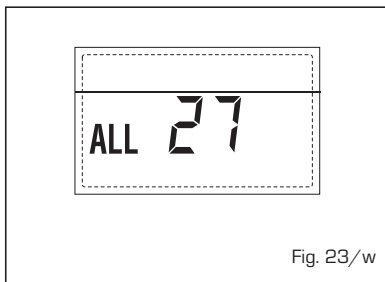

Fig. 23/w
- **ANOMALIA NÚMERO DE ADAPTADORES LIGADOS "ALL 29"** (fig. 23/y)